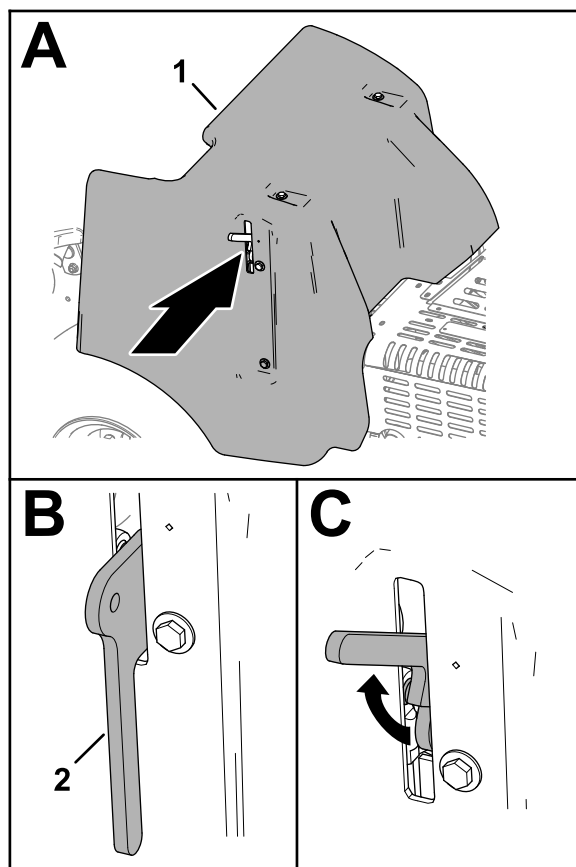

**Рисунок 141**
1. Если ваша машина оснащена стропом фиксатора крышки ремня в соответствии с требованиями ЕС, ослабьте затяжку болта стропа так, чтобы строп отделился от фиксатора крышки (Рисунок 141).